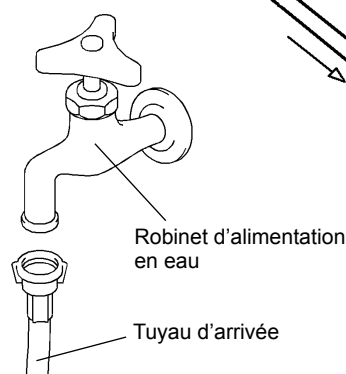

Fig. 5
- 2) Raccordez l'autre extrémité du tuyau d'arrivée au robinet d'alimentation d'eau (Fig. 5), en vérifiant que la rondelle est bien placée avant de serrer le joint à la main. Il est recommandé de prévoir une soupape d'arrêt.